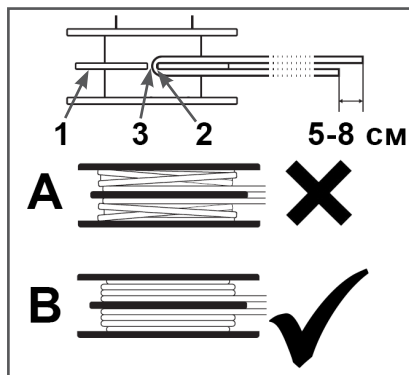

Рис. 14 Установка корда в катушку
2. Отрежьте 3-4 метра корда. Используйте триммерный корд диаметром 1,6 мм. Сложите корд пополам и вставьте его в паз катушки (Рис. 14). Направление намотки корда указано на катушке. Наматывайте концы корда плотно с натягом в канавки катушки. Правильная намотка корда показана на Рис. 14В.